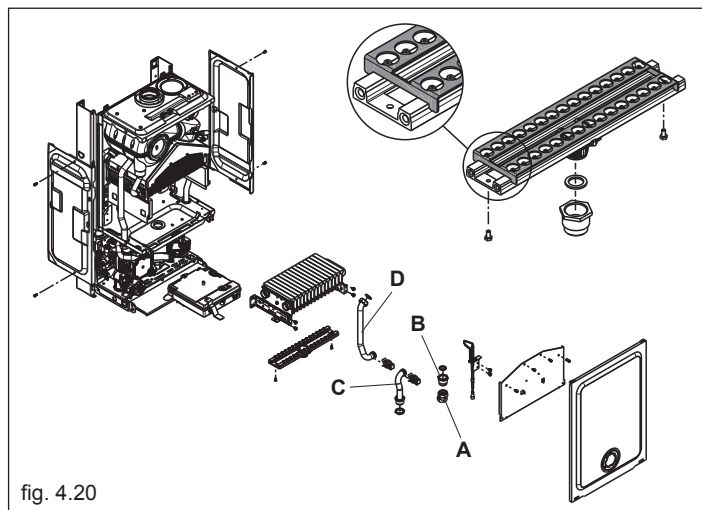

fig. 4.20
- Rimuovere la rampa gas (**A**) con apposita chiave, svitando completamente i due dadi (fig.4.20).
- Con apposita chiave svitare completamente la prolunga collettore (**B**) avvitata sullo stesso, facendo attenzione alla presenza della guarnizione di tenuta posta al suo interno (fig.4.20).
- Rimuovere la rampa (**C**), togliendo la molletta di fissaggio dal raccordo bruciatore e svitando completamente il dado con relativo controdado della rampa circolatore (fig.4.20).
- Rimuovere la rampa (**D**), togliendo la molletta di fissaggio dal raccordo bruciatore e svitando completamente il dado del raccordo scambiatore (fig.4.20).